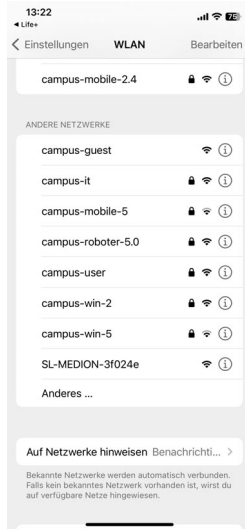

Abb. 8
- ▶ Wählen Sie nun an Ihrem Smartphone/Tablet unter **Verfügbare Netzwerke** das Netzwerk des Saug-Wischroboters aus (Abb. 8).